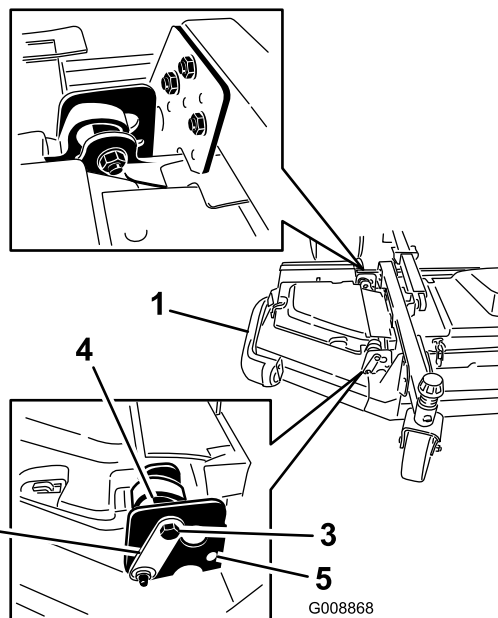

Рисунок 7
2. Ослабьте затяжку болтов и гаек, с помощью которых две втулки эксцентриков крепятся к крыльям (Рисунок 7).
3. Поворачивайте задний (ближайший к тяговому блоку) эксцентрик до тех пор, пока наружная кромка ножа не окажется примерно на 3 мм выше требуемой высоты скапывания (Рисунок 7).